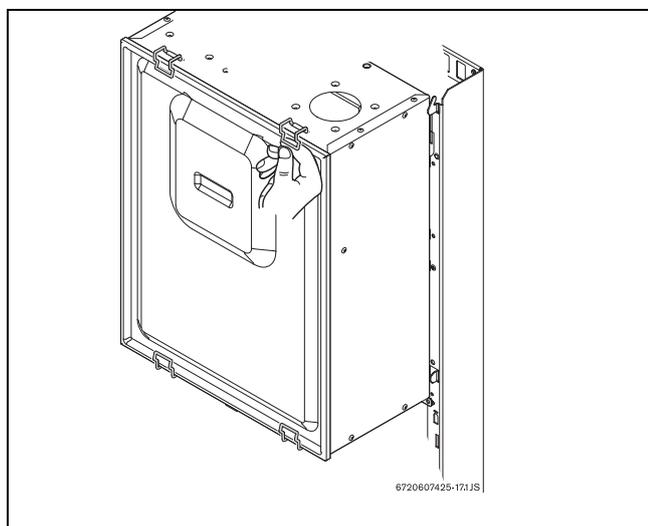

Fig. 24 Couvercle de protection
- ▶ Retirer le couvercle de protection en ouvrant les 4 clips qui le fixent (→ Fig. 24).